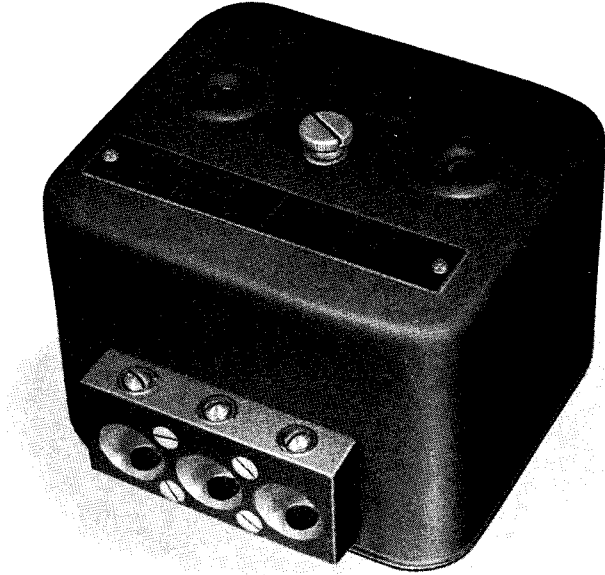

Abb. 16. Vorderansicht des Widerstandskastens
**Ausführung** (s. Abb. 16 und 17): Rechteckiges Gehäuse mit zwei Lüftungslöchern in der abnehmbaren Haube.